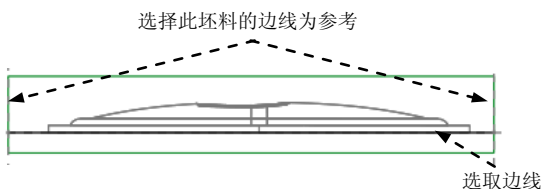

图 21.32 截面草图
(4) 绘制截面草图。选取图 21.32 所示的坯料的边线和所示的边线为草绘参考；绘制图 21.32 所示的截面草图（截面草图为一 条线段）；完成截面的绘制后，单击“草绘”操控板中的“确定”按钮 。
(5) 设置深度选项。
- ① 在操控板中选取深度类型 .